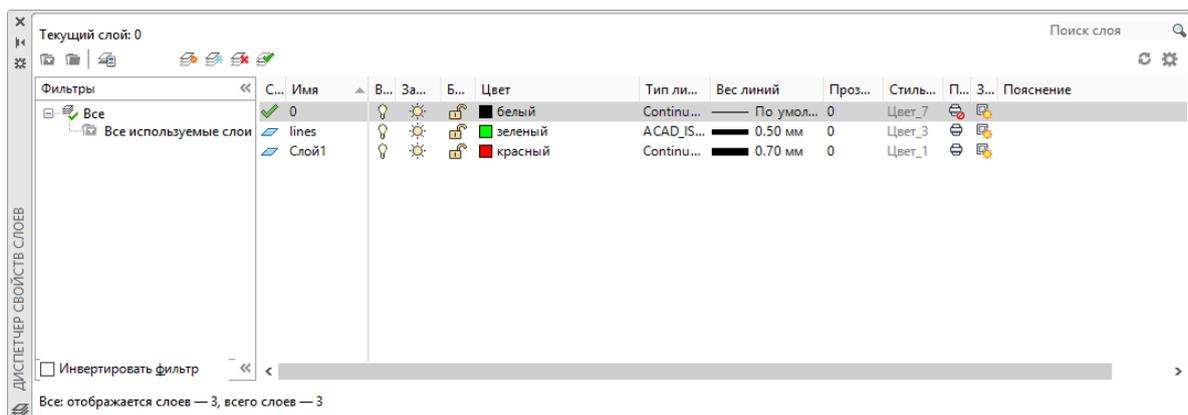

Рисунок 3.1. Діалогове вікно *Диспетчер шарів* (Layer Properties Manager)
2. Для керування шарами та їх властивостями AutoCAD надає ряд засобів, основним з яких є діалогове вікно **Диспетчер шарів** (Layer Properties Manager), яке викликається за допомогою кнопки на панелі інструментів (рис. 3.1).